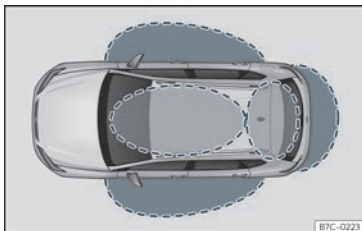
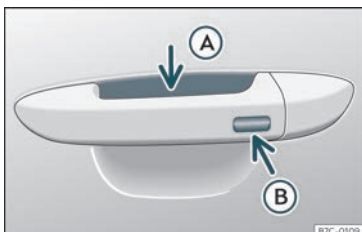

Fig. 72 Keyless Access: zones de proximitat.
Fig. 73 Sistema de tancament i arrencada sense clau Keyless Access
zar-ne activament la clau. Per fer-ho, només cal que hi hagi una clau del vehicle vàlida a la zona de detecció corresponent en intentar accedir al vehicle >>> **fig. 72** i tocar una de les superfícies sensors de les manetes de les portes >>> **fig. 73** o accionar el *soft-touch*/agafador de la porta posterior >>> pàg. 104 >>> ❶.
Si es detecta una clau vàlida en una de les zones pròximes >>> **fig. 72**, el sistema de tancament i arrencada sense clau Keyless Access atorga a aquesta clau drets d'accés quan es toca una de les superfícies sensors
- Agafeu la maneta d'una de les portes davanteres. Quan ho feu, tocareu la superfície sensora >>> **fig. 73 A** (fletxa) de la maneta i es desbloquejarà el vehicle.
- Toqueu *un cop* la superfície sensora de bloqueig >>> **fig. 73 B** (fletxa) de la maneta d'una de les portes davanteres. La porta de la maneta que s'acciona ha d'estar tancada.
- Toqueu *un cop* la superfície sensora >>> **fig. 73 B** (fletxa) de la maneta d'una de les portes davanteres. El vehicle es bloqueja amb el sistema de seguretat "Safe" >>> pàg. 99. La porta de la maneta que s'acciona ha d'estar tancada.
- Toqueu *dues vegades* la superfície sensora >>> **fig. 73 B** (fletxa) de la maneta d'una de les portes davanteres per bloquejar el vehicle sense activar el sistema de seguretat "Safe" >>> pàg. 99.
Quan el vehicle està bloquejat, la porta posterior es desbloqueja automàticament quan s'obre si hi ha una clau del vehicle vàlida a la seva zona pròxima >>> **fig. 72**.
- Premeu el botó de tancament  del comandament a distància i toqueu una vegada, dins dels 5 segons següents, la superfície sensora de bloqueig de la maneta de la porta del conductor >>> **fig. 73 B**. No agafeu la maneta de la porta perquè, si ho feu, el vehicle no es bloquejarà. També és possible dur a terme la desactivació si es bloqueja el vehicle a través del pany de la porta del conductor.
Per **tancar amb la funció de confort** totes les finestretes elèctriques, mantingueu un dit durant uns segons sobre la superfície sensora de bloqueig >>> **fig. 73 B** (fletxa) de la maneta de la porta fins que s'hagin tancat les finestretes i el sostre.
Les superfícies sensores de les manetes de les portes podrien activar-se en rebre un raig d'aigua o de vapor a gran pressió en el cas que hi hagués alguna clau del vehicle vàlida a la zona pròxima. Si almenys una de les finestretes amb alçavides elèctric està oberta i s'activa la superfície sensora >>> **fig. 73 B** (fletxa) d'una de les manetes de manera permanent, es tancaran totes les finestretes.
- **O BÉ:** toqueu *dues vegades* la superfície sensora situada a la part exterior de la maneta de la porta >>> **fig. 73** .